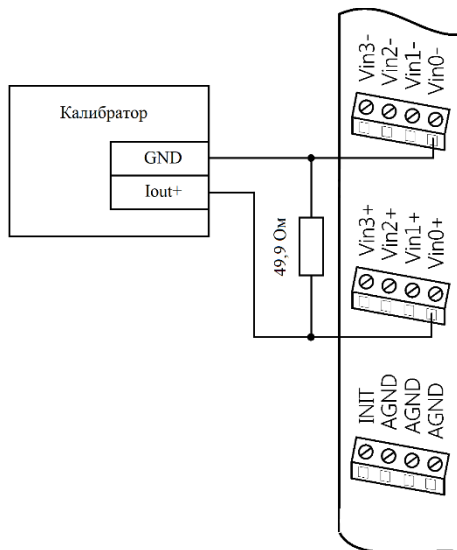
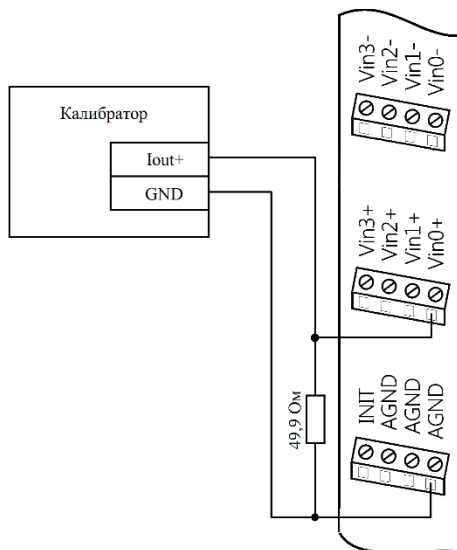

Рис. 4.3. Соединение приборов для юстировки токового диапазона в дифференциальном режиме модуля NLS-8AIn
Рис. 4.4. Соединение приборов для юстировки токового диапазона в одностороннем режиме модуля NLS-8AIn
- подключить параллельно входу преобразователя резистор (для дифференциального режима - в соответствии с рис. 4.3 , для одиночного режима - в соответствии с рис. 4.4) сопротивлением 49.9 Ом с ТКС не хуже  $\pm 25 \cdot 10^{-6} 1/^\circ C$ , например, С2-29В, группы "Д" и калибратор;